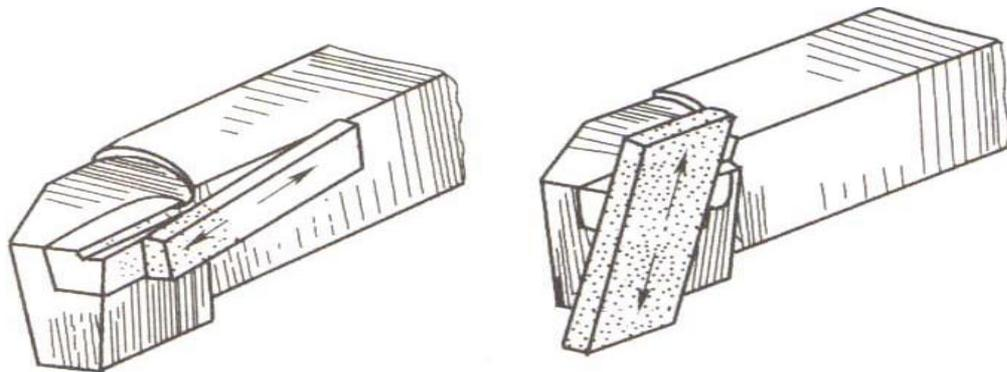

图9-7 用油石研磨车刀
⑦ 磨过渡刃 过渡刃有直线形和圆弧形两种，刃磨方法与精磨后面时基本相同。对于车削较硬材料的车刀，也可以在过渡刃上磨出负倒棱；对于大进给量车削的车刀，可以用同样的方法在副切削刃上磨出修光刃。采用的砂轮与精磨后面时所用的砂轮相同。
⑧ 研磨 为了保证工件表面加工质量，对精加工使用的车刀，常进行研磨。研磨时，用油石加一些机油，然后在刀刃附近的前面和后面以及刀尖处贴平进行研磨，直到车刀表面光洁，看不出磨削痕迹为止。这样既可使刀刃锋利，又能延长车刀的使用寿命。如图9-7所示。